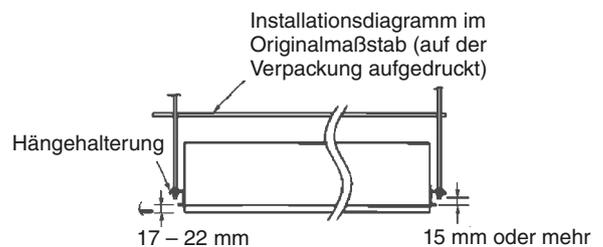

Abb. 3-8
Siehe Abb. 3-8.
- (4) Die Inneneinheit sollte so mit den Hängeankern (Abb. 3-7) befestigt werden, dass der Abstand zwischen der Unterseite des Hängevorsprungs und der Unterfläche der Decke 17 bis 22 mm beträgt. (Abb. 3-8) Der Abstand zwischen der Inneneinheit und der Unterfläche der Decke wird nach Anbringen der Deckenverkleidung am Gerät eingestellt.